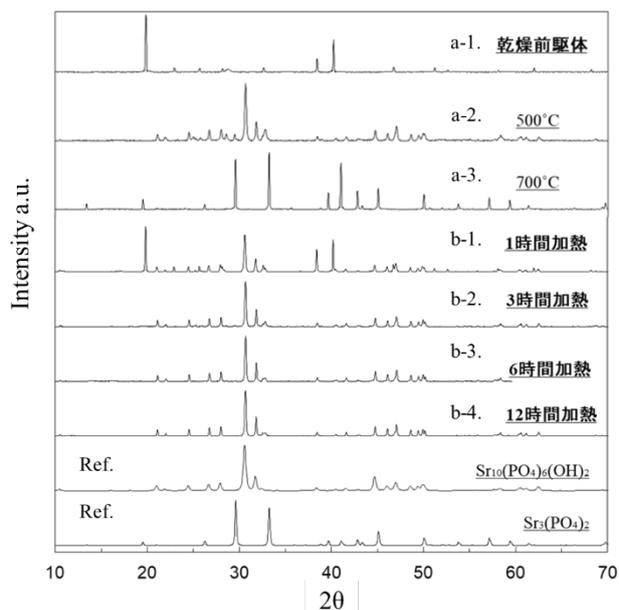

図 1. 各条件における XRD パターン
3. 結果・考察 $\text{Fe}_2\text{Sr}_6\text{Cs}_2(\text{PO}_4)_6(\text{OH})_2$ を目的物質とし、各温度で 6 時間焼成した乾燥前駆体の XRD パターン(a-1~3)を図 1 に示す。500°C で加熱した場合において、Sr アパタイトに類似した XRD パターンが確認された。また、700°C まで焼成温度を上げると Sr アパタイトに類似したピークが失われた代わりに $\text{Sr}_3(\text{PO}_4)_2$ に類似したピークが確認された。これは昇温により Cs が昇華したことが要因であると考えられる。図 1 の b-1 から b-4 に $\text{FeSr}_8\text{Cs}(\text{PO}_4)_6(\text{OH})_2$ を目的物質とし、500°C で各時間焼成した XRD パターンを示す。1 時間焼成では前駆体のピークが確認できるが、加えて Sr アパタイトに類似したピークも確認された。